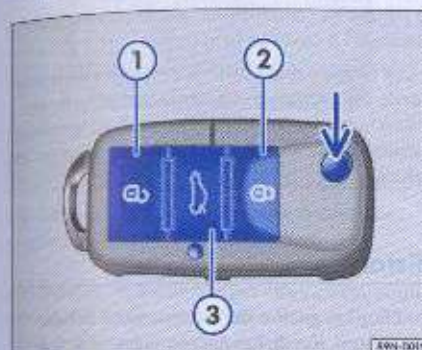

Fig. 52 Funciones de las teclas en la llave con mando a distancia
Con la tecla → fig. 52 (1), es posible:
Con la tecla → fig. 52 (2), es posible:
Con la tecla → fig. 52 (3), es posible:
Presione la tecla de trabado ⇒ página 73, fig. 52 por diversas veces seguidas. Para confirmar la sincronización, las puertas del vehículo serán trabadas y destrabadas.
Si la tecla ⇒ página 73, fig. 52 fuera frecuentemente accionada fuera del radio de acción del mando a distancia, es posible que no se pueda más trabar o destrabar el vehículo con el mando a distancia. La llave con el mando a distancia deberá ser nuevamente sincronizada.